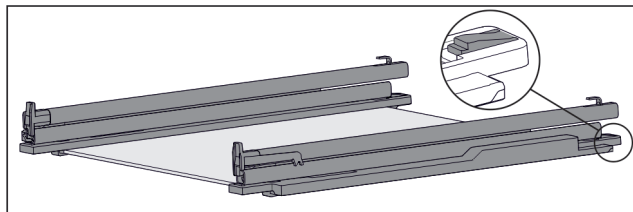

Fig. 95 Staklena ploča s vodilicama i pridržnim dijelovima
- ▶ Pridržni dio straga pritisnite prema dolje (pogledajte Fig. 95) u i istovremeno gurnite vodilicu prema otraga.